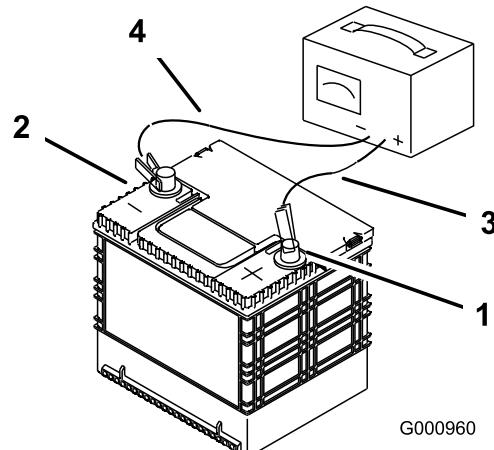

Figura 43
- Cuando la batería esté completamente cargada, desconecte el cargador de la toma de electricidad, luego desconecte los cables del cargador de los bornes de la batería (Figura 43).